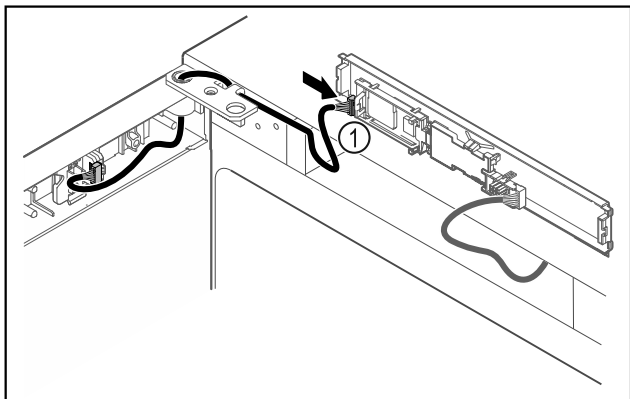

Fig. 45
- Lidhni spinën Fig. 45 (1) në qark.